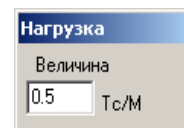

Рис.7.3.1. Окно диалога **Нагрузка**
- В открывшемся окне диалога **Нагрузка** (рис. 7.3.1) задайте следующий параметр: